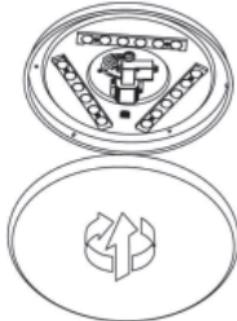

fig.5
- 7. fig. 5:** Posizionare la cupola sulla piastra di base (sistema di chiusura a baionetta).